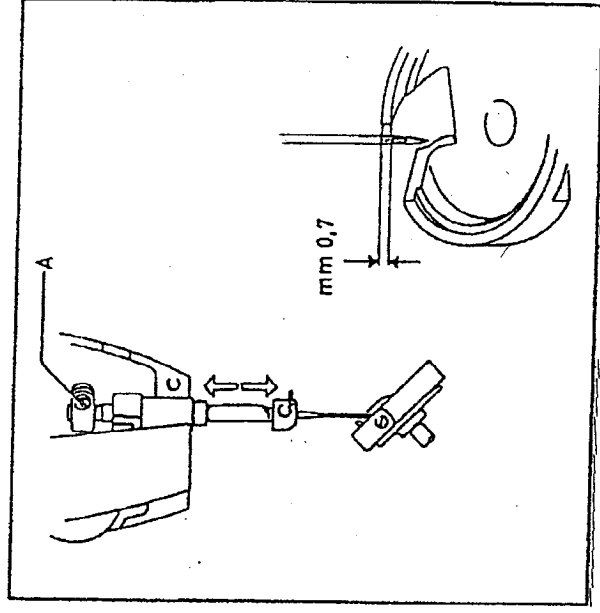

Fig. 10
15. HEIGHT OF NEEDLE (fig. 10)